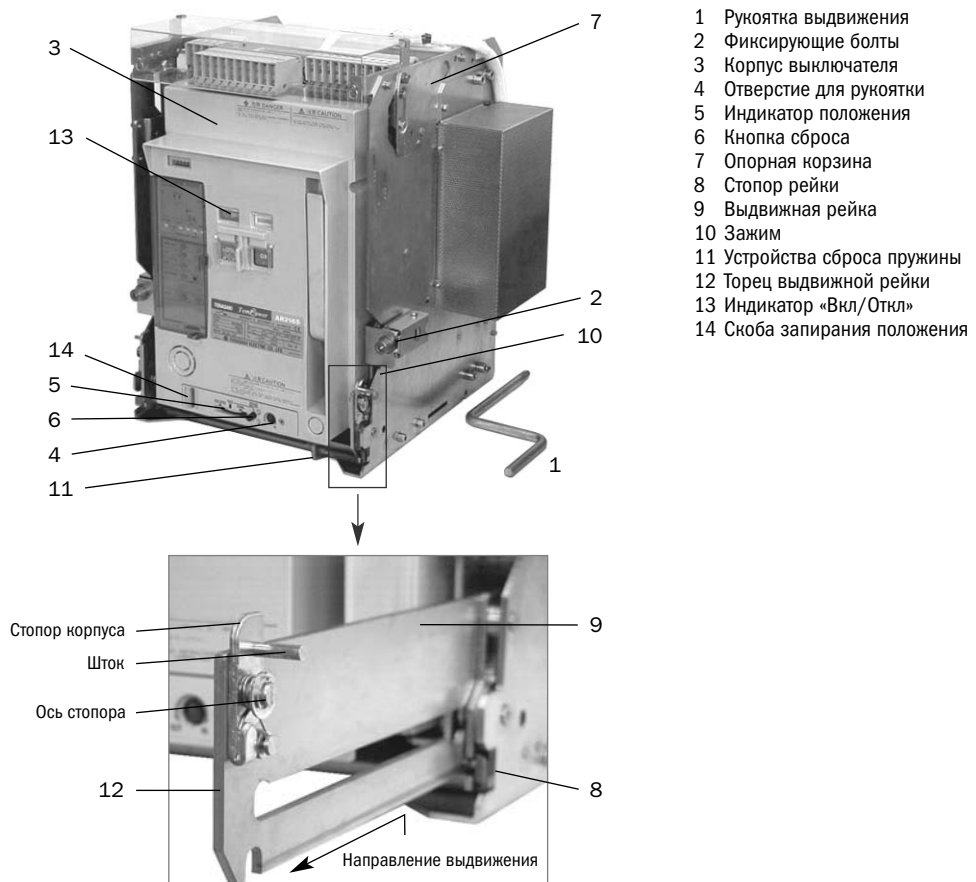

Рисунок 23. Операции выдвижения и возврата
- 1) Отключите ВА. (Если ВА остается включенным, рукоятка выдвижения 1 (Рис. 23) не может быть вставлена).
- 2) Ослабьте фиксирующие болты выключателя 2 (Рис. 23), если они имеются, и освободите корпус выключателя 3 (Рис. 23).
- 3) Освободите скобу запирания положения 14 (Рис. 23), если она зафиксирована. Обратитесь к разделу 4.5.
- 4) Вставьте рукоятку выдвижения в отверстие 4 (Рис. 23) и медленно вращайте против часовой стрелки до того момента, как индикатор положения 5 (Рис. 23) покажет «Тест/TEST».
- 2) Нажмите кнопку сброса «RELEASE BUTTON» 6 (Рис. 23). В отжатом состоянии кнопка будет заблокирована.
- 3) Освободите скобу блокировки положения 14 (Рис. 23), если она зафиксирована. Обратитесь к разделу 4.5.
- 4) Вставьте рукоятку выдвижения в отверстие 4 (Рис. 23) и медленно вращайте ее против часовой стрелки до того момента, пока индикатор положения 5 (Рис. 23) покажет «Изолирован/ISOLATED» и прозвучит характерный звуковой сигнал. Поворот рукоятки выдвижения разблокирует кнопку сброса.
- 1) Убедитесь, что опорная корзина 7 (Рис. 23) надежно закреплена крепежными болтами.
- 2) Освободите скобу запирания положения 14 (Рис. 23), если она зафиксирована. Обратитесь к разделу 4.5.
3) Надавите на стопоры реек 8 (Рис. 23) для того, чтобы выдвинуть их с обеих сторон опорной корзины и освободить выдвижные рейки 9 (Рис. 23). Полностью выдвигайте рейки до момента их блокирования стопорами (корпус выключателя не может быть выдвинут, если рейки не будут застопорены).
4) Удерживая руками за оба зажима 10 (Рис. 23), выдвигайте корпус выключателя до тех пор, пока он не остановится.
- Если ВА укомплектован дополнительным устройством сброса пружины 11 (Рис. 23), замыкающая пружина ВА будет автоматически освобождена с металлическим звуком. Этот звук не будет означать нештатное выполнение операции.
5) Применяйте дополнительное подъемное оборудование для перемещения корпуса выключателя 3 (Рис. 23) в безопасное место. Обратитесь к разделу 2.1.2.
- 2) Надавите на стопоры реек 8 (Рис. 23) для того, чтобы выдвинуть их с обеих сторон опорной корзины и освободить выдвижные рейки 9 (Рис. 23). Полностью выдвигайте рейки до момента их блокирования стопорами (корпус выключателя не может быть вставлен, если рейки не будут застопорены).
- 4) Если ВА имеет фиксирующие болты 2 (Рис. 23), убедитесь, что они ослаблены. Удерживая руками за оба зажима 10 (Рис. 23), вставьте корпус выключателя во внутрь опорной корзины.
- 1) Убедитесь, что индикатор «Вкл/Откл» 13 (Рис. 23) показывает «Откл». (Если ВА остается включенным, рукоятка выдвижения 1 (Рис. 23) не может быть вставлена).
- 2) Освободите скобу блокировки положения 14 (Рис. 23), если она зафиксирована. Обратитесь к разделу 4.5.
- 3) Вставьте рукоятку выдвижения в отверстие 4 (Рис. 23) и медленно вращайте ее по часовой стрелке до тех пор, пока индикатор положения 5 (Рис. 23) не покажет «Тест/TEST».
- 2) Освободите скобу блокировки положения 14 (Рис. 23) если она зафиксирована. Обратитесь к разделу 4.5.
- 3) Нажмите кнопку сброса 6 (Рис. 23). После этого кнопка сброса будет зафиксирована.
- 4) Вставьте рукоятку выдвижения в отверстие 4 (Рис. 23) и вращайте по часовой стрелке до тех пор, пока индикатор положения 5 (Рис. 23) не покажет «Подключен». В конце хода повернуть рукоятку с максимальным моментом усилия (14,7 Н·м). Поворот рукоятки выдвижения разблокирует кнопку сброса.
- 6) Затяните фиксирующие болты 2 (Рис. 23), если они применяются, заблокируйте корпус выключателя (раздел 4.5).